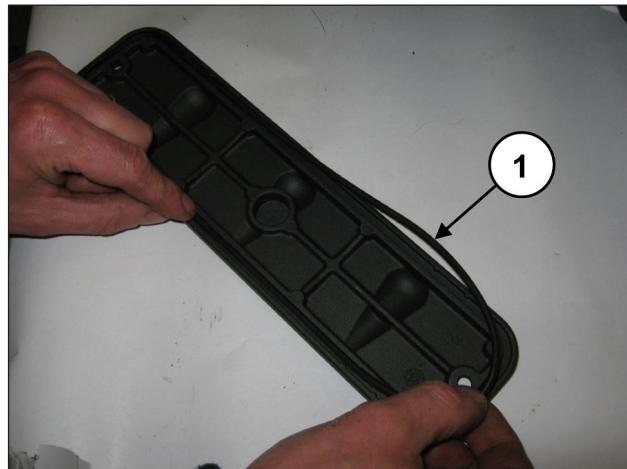
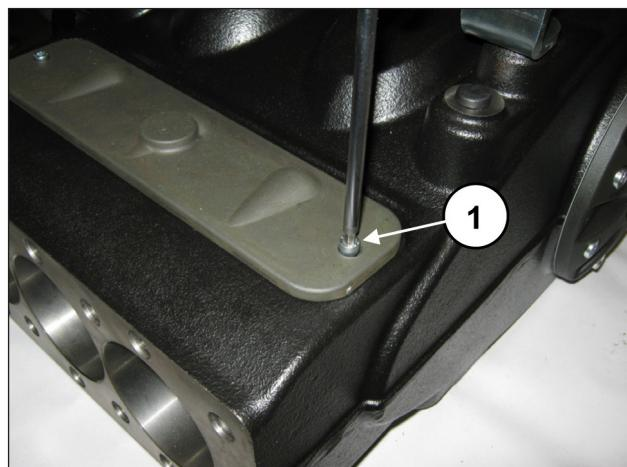

Рис. 191
Рис. 192
Вставьте уплотнительные кольца O-ring в смотровые крышки (поз. ①, Рис. 191) и установите крышки с использованием 2 винтов M6x14 (поз. ②, Рис. 192) и 2 винтов M6x40.